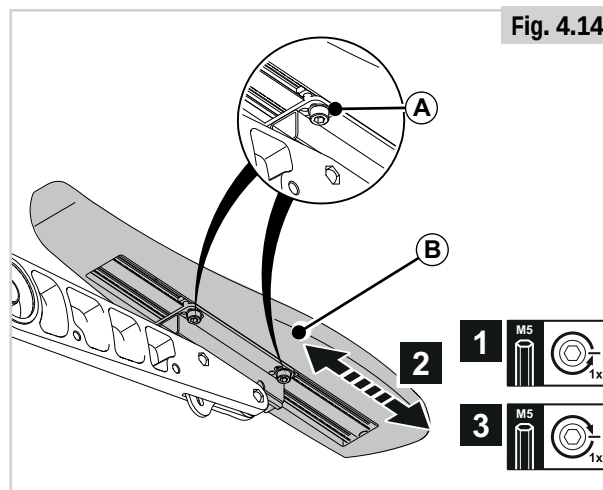

Fig. 4.14
Diepte armlegger (fig. 4.14)
Om de achterste schroef bij een lage armleggerhoogte te bereiken, draait u schroeven (A) van fig. 4.14 los en past u eerst de hoek van het kussen aan.